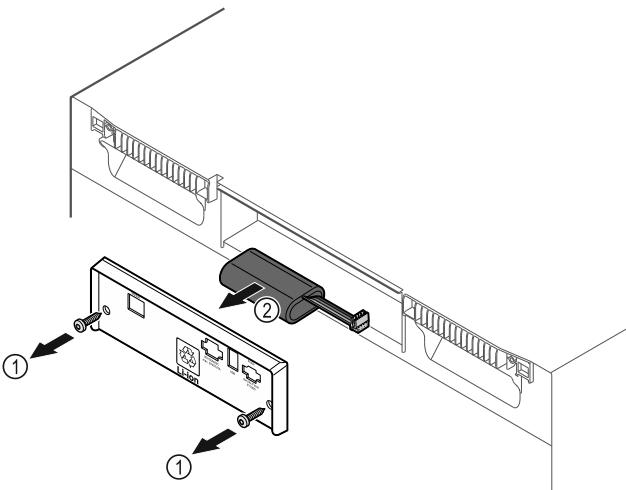

Fig. 186
- Викрутити гвинти і зняти кожух на задньому боці пристрою Fig. 186 (1).
► Батарею від'єднати та вийняти Fig. 186 (2).